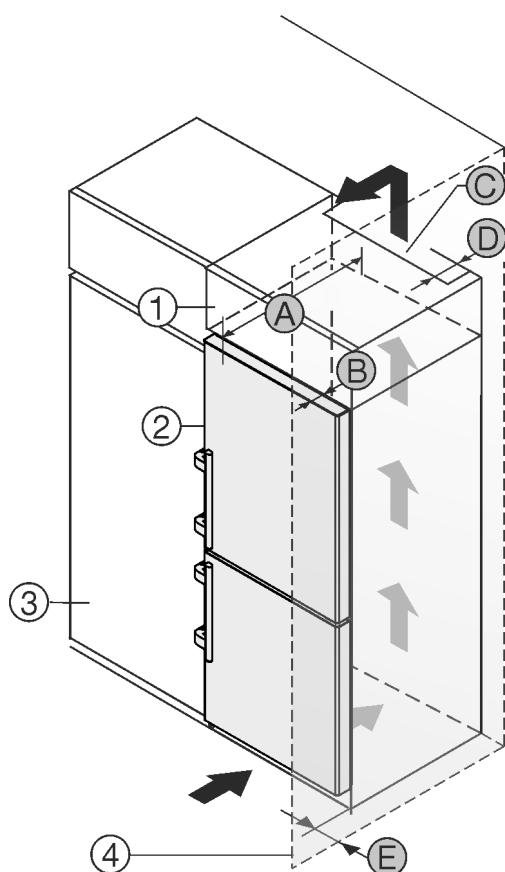

Fig. 51
Das Gerät kann mit Küchenschränken umbaut werden. Um das Gerät Fig. 51 (2) der Küchenzeilenhöhe anzugeleichen, kann über dem Gerät ein Aufsatzschrank Fig. 51 (1) angebracht werden.
Das Gerät kann direkt neben dem Küchenschrank Fig. 51 (3) aufgestellt werden. Um die Türe vollständig öffnen zu können, muss das Gerät um die Tiefe Fig. 51 (B) gegenüber der Küchenschrankfront vorstehen. Abhängig von der Tiefe der Küchenschränke und Verwendung von Wandabstandshaltern kann das Gerät weiter herausragen.
- An der Rückseite des Aufsatzschrankes muss ein Abluftschacht mit der Tiefe Fig. 51 (D) über die gesamte Aufsatzschrankbreite vorhanden sein.
- Unter der Raumdecke muss der Entlüftungsquerschnitt Fig. 51 (C) eingehalten werden.
Wenn das Gerät mit den Scharnieren neben einer Wand Fig. 51 (4) aufgestellt wird, muss der Abstand Fig. 51 (E) zwischen Gerät und Wand eingehalten werden. Dies entspricht dem Griffüberstand bei geöffneter Tür.